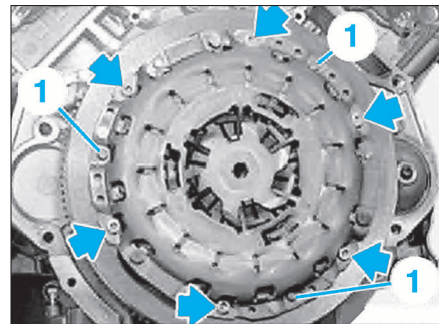

FIG. 12
- Monter le mécanisme d'embrayage sur le volant moteur et serrer les 6 vis (Fig.12).